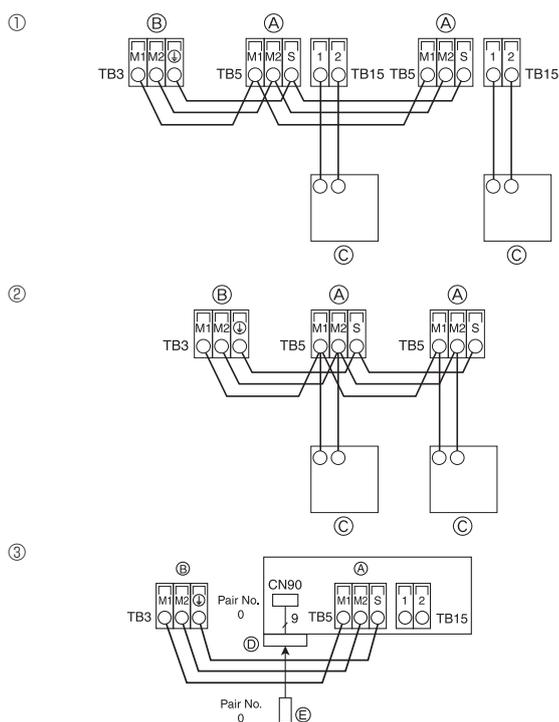

Fig. 4-8
4.4. Подключение пульта дистанционного управления, внутреннего и наружного кабеля передачи (Fig. 4-8)
- ① Пульт дистанционного управления MA
- ② Пульт дистанционного управления M-NET
- ③ Беспроводной пульт дистанционного управления (при установке беспроводного приемника сигнала)